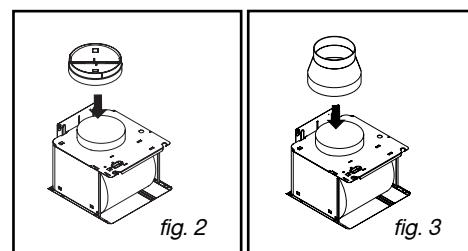

fig. 3
- In geval van een buis met een diameter van 125 mm dient u de bijgesloten adapter te gebruiken (fig. 3).